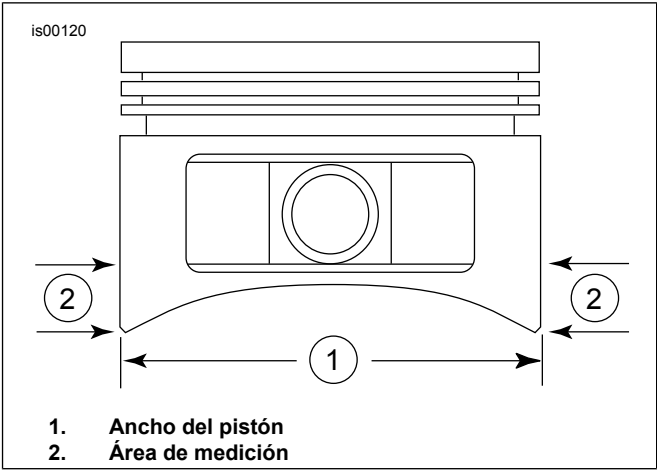

Figura 1. Mediciones del pistón
5. Vea Figura 1 . Mida el ancho del pistón (1), a 90 grados en sentido horizontal desde ambos lados del orificio del pasador del pistón y a 0,144 pulgadas. por encima (2) la parte más baja de la falda para determinar el ajuste de pistón a cilindro.